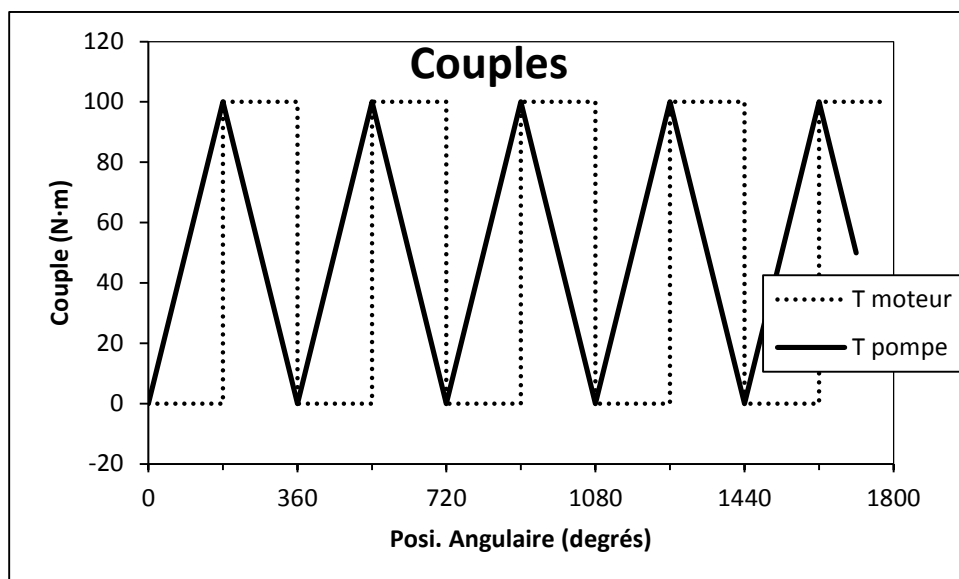

Figure 1 : Fluctuation des couples.
- Reproduire le graphique de la figure 1 et ajouter $T_{\text{moy-moteur}}$.